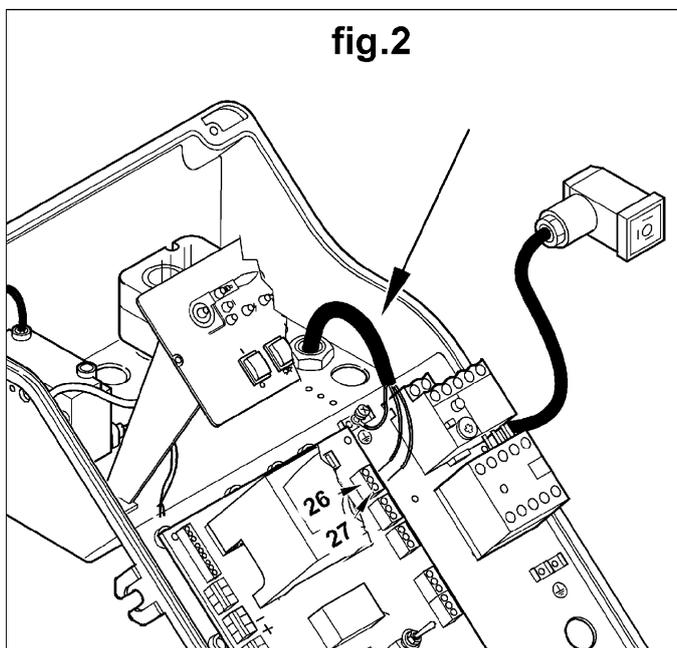

fig.2
- 2)Вставить кабель реле максимального давления, как показано на рис. 2, и соединить зажимы с клеммами 26 и 27 и с заземляющей клеммой. Затем закрепить кабель в кабельной втулке.
- 2)Insert the maximum pressure switch cable as indicated in figure 2 and connect to terminals 26 and 27 and to ground. Finally tighten cable to its cable holder.
- 2)Introduire le câble du pressostat de pression maximale comme indiqué figure 2 et brancher les extrémités aux bornes 26 et 27 et à la borne de terre. Enfin, serrer le câble sur le serre-câble correspondant.